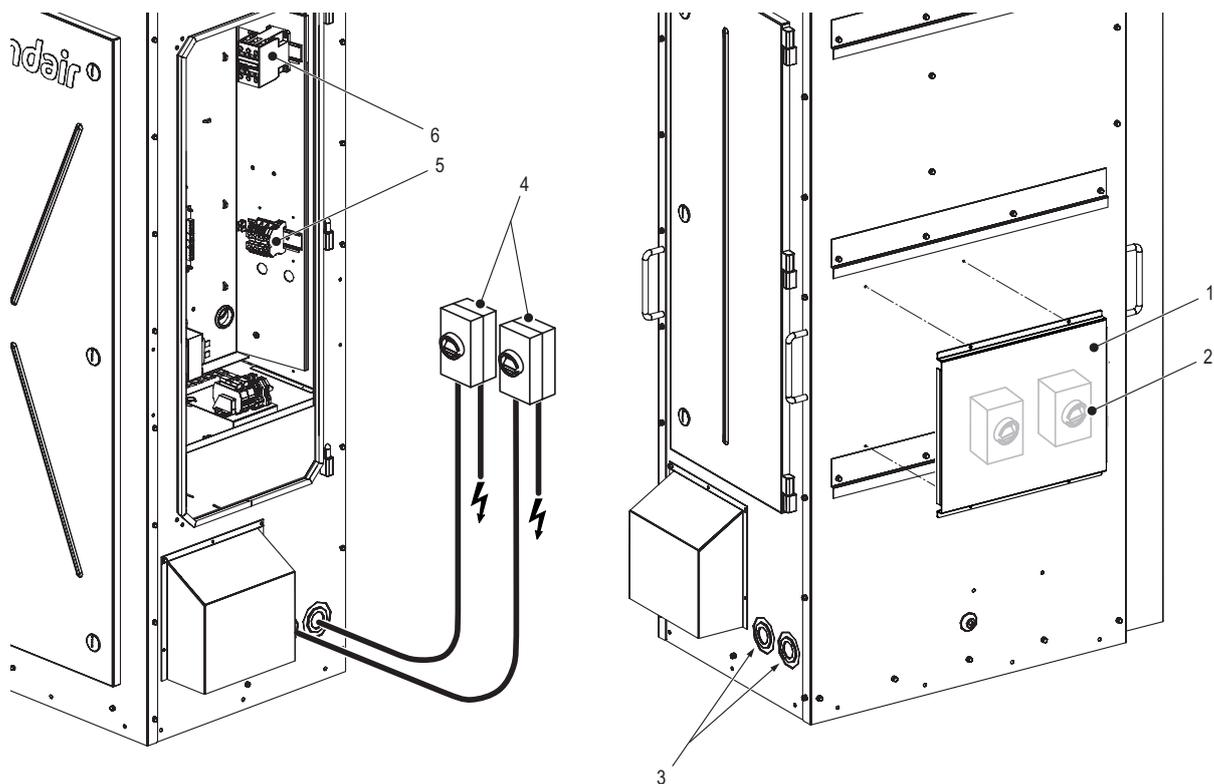

Fig. 15: Collegamento elettrico dell'umidificatore Condair EL/RS
In caso di applicazione sul rack di montaggio opzionale, è possibile installare una staffa di supporto opzionale (optional: DC) sul retro dell'unità, su cui possono essere montati gli interruttori di rete. Vedere Fig. 15.
- Tutti i cavi elettrici DEVONO essere inseriti nell'apparecchio dal basso o lateralmente attraverso pressacavi con grado di protezione minimo IP55 (non in dotazione) per garantire il grado di protezione IP55. Sul lato e sul fondo dell'unità sono previste delle aperture per consentire il passaggio dei cavi all'interno dell'unità. Vedere Fig. 15.
- Introdurre il cavo di alimentazione nel quadro elettrico e collegarlo al contattore principale (K1) - per i dettagli, vedere Fig. 15 e Capitolo 5.7.1 nonché Capitolo 5.7.2. **Nota:** Se si utilizza la morsettiera opzionale (opzione: THV), collegare ad essa il cavo di alimentazione. Per i dettagli sul collegamento, fare riferimento al manuale di installazione di Condair EL/RS.